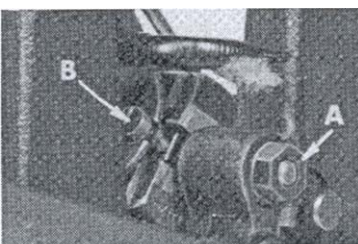

Fig. 10
Set the stitch to the required length. This is accomplished by loosening locknut (A, Fig. 10) (it has a left hand thread) and turning the stitch adjusting screw (B). Turning screw (B) clockwise shortens the stitch and turning it in a counterclockwise direction lengthens the stitch.
Stellen Sie den Stich auf die gewünschte Größe. Dies kann durch Lösen der Mutter (A, Fig. 10) (sie hat ein Linksgewinde) und Drehen der Stichregulierungsschraube (B) erreicht werden. Drehen der Schraube (B) im Uhrzeigersinn kürzt den Stich und Drehen im Gegenuhrzeigersinn verlängert den Stich.